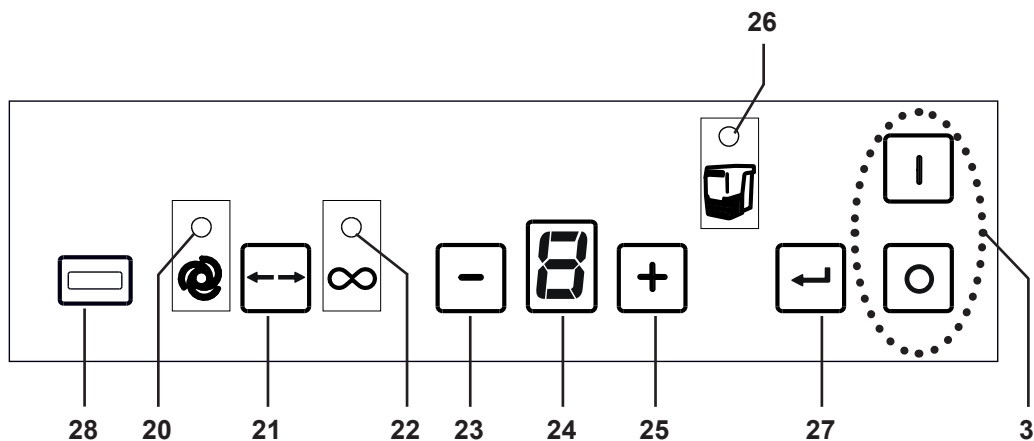

Abb. 2
- ⇒ Gerät am Ein- / Aus-Schalter (3, Abb. 2) ausschalten.